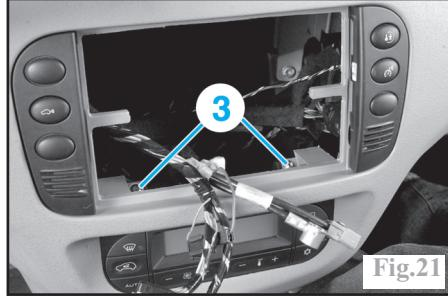

Fig.21
-si équipé, le changeur cd (2) ou le vide poches.
-les 2 vis de fixation (3) du tableau de commande de climatisation (Fig.21).